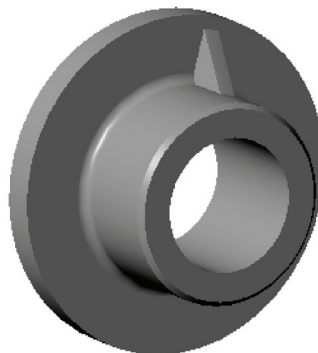

图 8-109 创建轮廓筋特征
STEP 06 单击模型上的方向键, 改变方向, 单击“完成”按钮, 即可创建轮廓筋特征, 效果如图 8-109 所示。